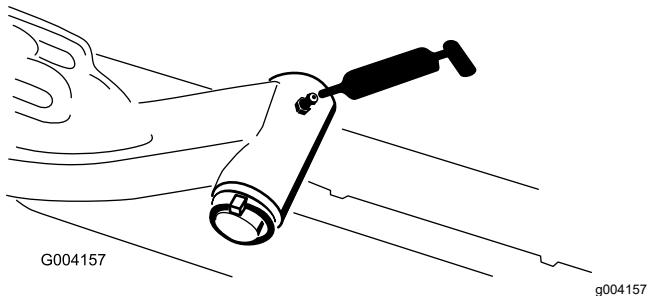

Figura 107
- Ax pivot al braului de ridicare (1 pentru fiecare) (Figura 107)